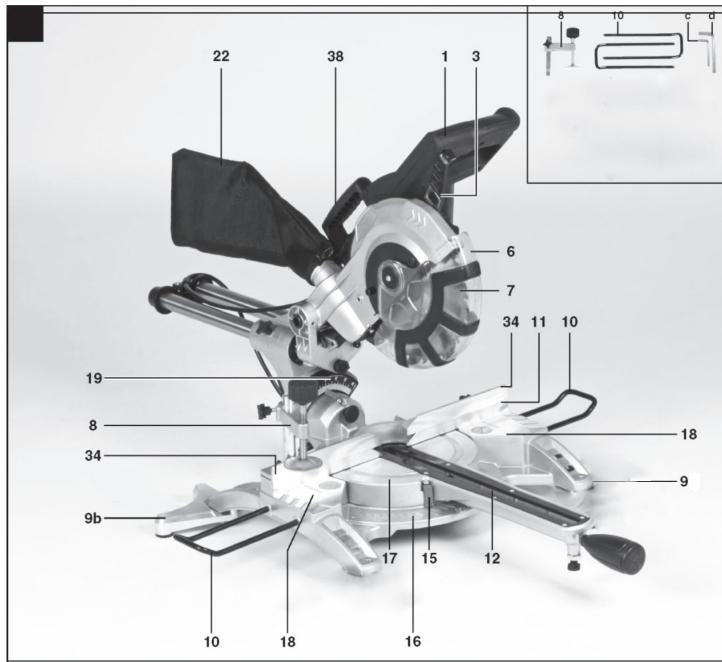
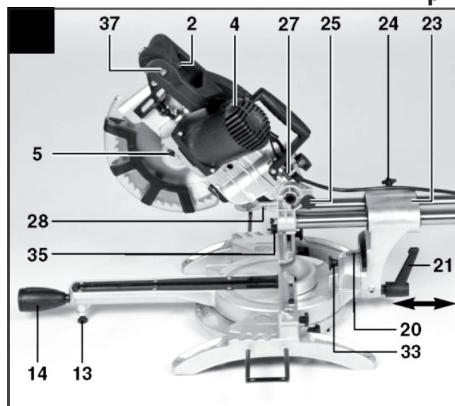
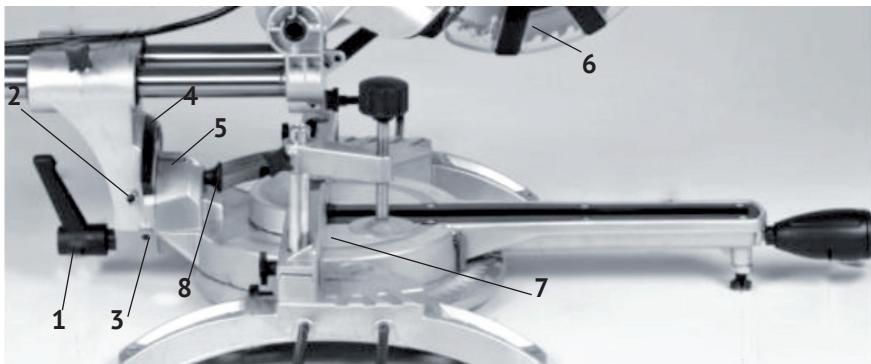
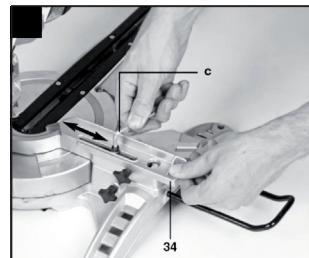

рис.1
рис.2
рис.3.1
рис.6
1.1.2 Основным несущим узлом режущего блока пилы является металлический редуктор, выполненный заодно с верхним защитным кожухом диска. К редуктору крепится пластиковый корпус двигателя (рис.2 поз.4), с закреплённой на нём рукояткой. Вертикальное перемещение режущего блока для реза обеспечивает суппорт вертикального перемещения. Возвратная пружина на оси суппорта, возвращает режущий блок в исходное положение. Горизонтальное движение по направляющим и отклонение (вправо/влево) от вертикальной оси обеспечивает суппорт наклона и горизонтального перемещения (рис.2 поз.23).
1.1.3 Рабочий стол (рис.1 поз.17), вместе с режущим блоком, имеет возможность смещения (вправо/влево) относительно основания и параллельного упора (рис.1 поз.11), в который упирается обрабатываемая заготовка. Таким образом обеспечивается косой (от 0 до 45°) рез материала (брус, доска, планка и т.п.).
1. Вытянуть фиксатор (рис.2 поз.25) из основания двигателя, слегка надавливая на корпус двигателя (рис.1 поз.4).
2. Повернуть фиксатор (рис. 2 поз.25), на 90°. При этом пила останется в разблокированном положении
- включение/выключение пилы осуществляется нажатием на клавишу выключателя (рис.1 поз.2).
5. Одной рукой нажмите на фиксатор шпинделя диска (рис.1 поз.5), устанавливая торцовый ключ (d) на болт фланца (рис.1 поз.31). Фиксатор
6. Прилагая дополнительное усилие ослабьте болт с левой резьбой, поворачивая его против часовой стрелки, снимите зажимной фланец (рис.1 поз.32) и пильный диск (рис.1 поз.7). При этом опорный фланец должен оставаться на месте.
- для установки угла поворота ослабьте фиксирующую рукоятку (рис.1 поз.14), установите необходимый угол распила. Затем надежно затяните фиксирующую рукоятку.
- режущий блок имеет возможность установки заданного угла наклона относительно вертикальной оси, как влево в положении от 0 до 45°, так и вправо от 0 до 45°. Для поворота вправо необходимо освободить (вытянуть на себя) кнопку стопора (рис.3.1 поз.8);
- для установки угла наклона необходимо: ослабить стопорный винт (рис.3.1 поз.1), установить необходимый угол распила по шкале (рис.3.1 поз.4), поворачивая режущий блок за рукоятку (рис.1 поз.1), и надёжно зафиксировать стопорный винт.
- установить рабочий стол (рис.3.1 поз.7) в нулевое положение;
- ослабить контргайку винта (рис.3.1 поз.2);
- установить транспортир (электронный угломер), измеряющий угол между плоскостью рабочего стола (рис.3.1 поз.7) и пильного диска (рис.3.1 поз.6);
- шестигранным ключом из комплекта поставки поворачивать винт (рис.3.1 поз.2) до точной установки угла 90° между диском и рабочим столом;
После установки точного положения угла, проверить положение стрелки-указателя (рис.3.1 поз.5) на шкале (рис.3.1 поз.4). При несовпадении с нулевым положением, ослабив винт крепления стрелки, откорректировать её положение и зафиксировать винтом.
- ослабить контргайку винта (рис.3.1 поз.3);
- шестигранным ключом из комплекта поставки поворачивать винт (рис.3.1 поз.3) до точной установки угла 45° (влево) между диском и рабочим столом;
- для осуществления возможности продольного движения режущего блока необходимо ослабить фиксатор (рис.1 поз.24).
- пила обладает подвижными стопорными упорами (рис.6 поз.34), которые зафиксированы на неподвижной упорной планке (рис.1 поз.11).
- для включения лазерной направляющей установите кнопку включения и выключения лазерной направляющей (рис.1 поз.37) в положение «1». Направляющая проецируется на разрезаемый материал, обеспечивая ровную отметку резки.
- для выключения, установите кнопку включения и выключения лазерной направляющей (рис.1 поз.37) в положение «0».